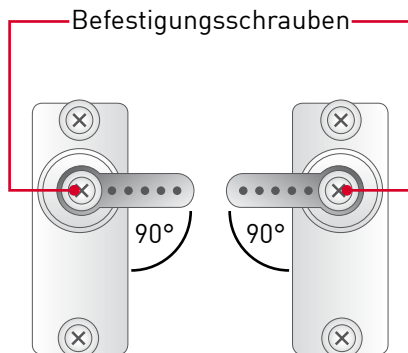

Abbildung F1 - Ausrichtung der Servoarme
- Die Servoarme der zwei nebeneinander liegenden Servos müssen sich im 90°-Winkel zum Servogehäuse und entsprechend parallel zum Boden befinden. Ist dies nicht der Fall, lösen Sie die Befestigungsschrauben und bringen Sie die Arme in einen Winkel von ca. 90° an (siehe Abb. F1 auf dieser Seite).